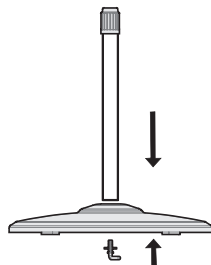

Рис.2
- 2** Вставьте стойку в выемку на основании и затяните винтом для основания. В случае проблем с затяжкой убедитесь, что стойка вставлена правильно (рис. 2)